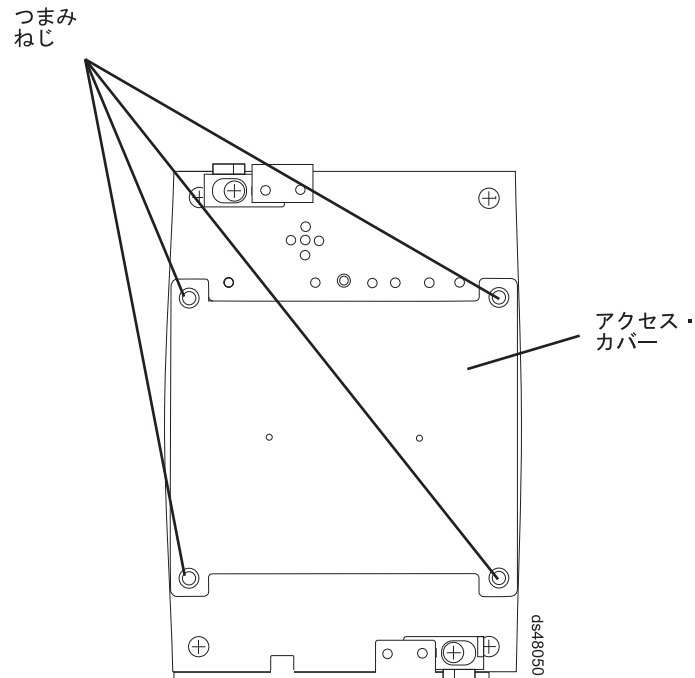

図 99. 相互接続バッテリー・ユニットのバッテリー・アクセス・カバー
7. バッテリー・アクセス・カバーをコンポーネントに固定しているつまみねじを取り外して、相互接続バッテリー・ユニットからカバーを取り外します。図 99 に、相互接続バッテリー・ユニットのアクセス・カバーと取り付けねじを示します。